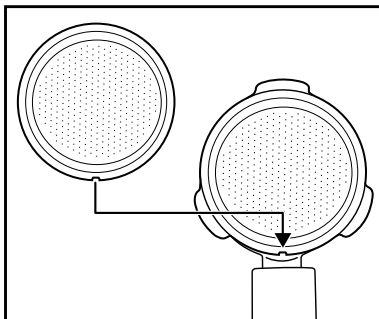

Abb. 1
- Achten Sie darauf, dass die kleine Einkerbung am großen **15** oder kleinen Siebeinsatz **16** beim Einsetzen über der Einkerbung am Siebträger **13** liegt (siehe Abbildung 1).